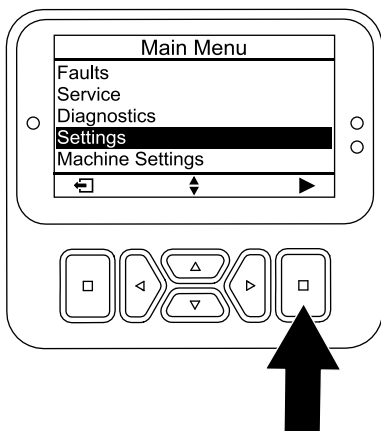

Bild 27
1. Blättern Sie vom HAUPTMENÜ zum Menü EINSTELLUNGEN und drücken Sie die Auswahltaste (Bild 27).